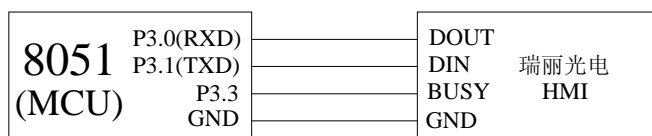

图 2
2.2 TTL 接口（参考图 2 与 8051 硬件接线方式）